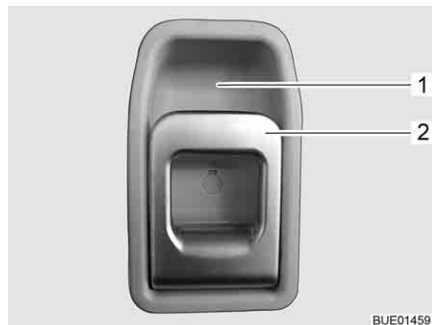

Fig. 46 Serratura della porta di ingresso, lato interno
- Tirare la maniglia (Fig. 46,2). La serratura della porta si sblocca.
- Premere la maniglia (Fig. 46,2) in alto verso l'impugnatura (Fig. 46,1).